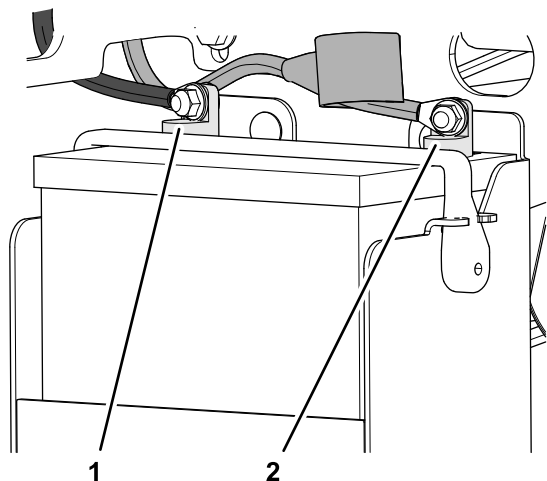

Figura 81
5. Si el cable positivo también está desconectado, conecte el **cable positivo (rojo)** al borne positivo de la batería y coloque la cubierta sobre el borne positivo (Figura 81).
7. Coloque cuidadosamente el capuchón aislante del cable positivo de la batería sobre el borne de la batería (Figura 81).